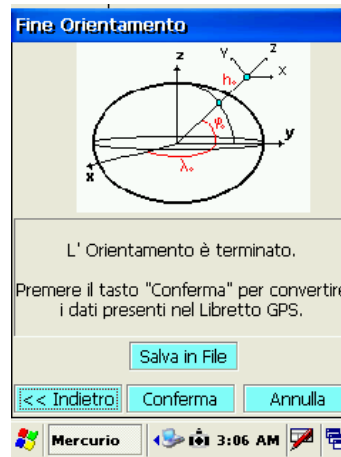

fig.103
18. Selezionare Conferma per accettare la configurazione (fig. 103)